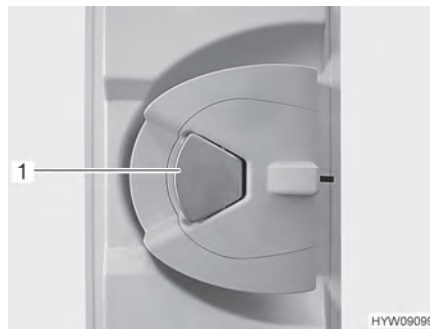

Fig. 33 Cerradura de la puerta
- Cuando la cerradura de la puerta está bloqueada: Tirar una vez del tirador de la puerta (Fig. 33,1). La puerta está desbloqueada.
- Tirar del tirador de la puerta (Fig. 33,1). La puerta está abierta.
- Presionar el tirador de la puerta (Fig. 33,1).